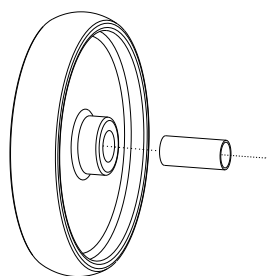
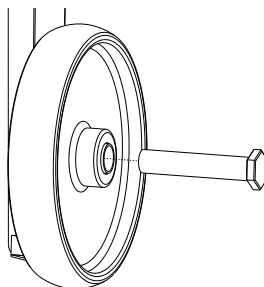
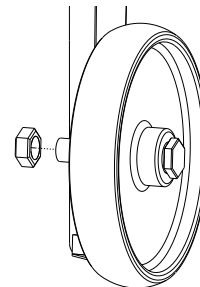

Fig.4
Fig.5
Fig.6
- 3** Coloque el buje dentro de la rueda (**Fig. 4**). Luego inserte el bulón en el buje, atravesando al mismo tiempo el refuerzo pata y la pata (**Fig. 5**). Y por último, ajuste la tuerca, aproximadamente 3 vueltas de rosca, al bulón (**Fig. 6**).